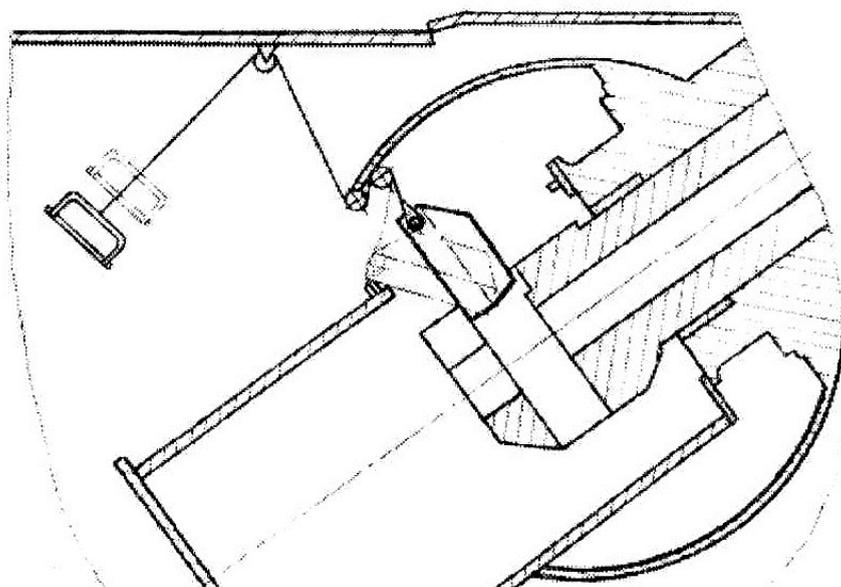

Рис. 2.4. Вынимание клина из гнезда казенника
1. Вынуть клин из гнезда казённого (рис.2.4):